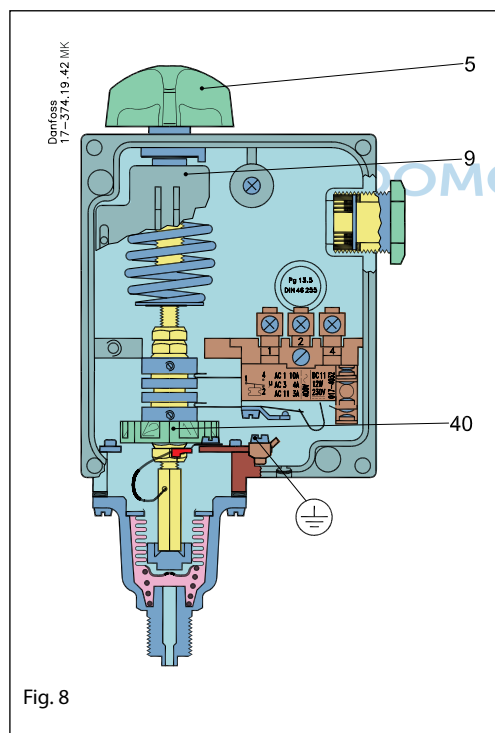

Fig. 8
Der Bereich wird mit dem Einstellknopf (5) Abb. 8 unter gleichzeitigem Ablesen der Hauptskala (9) eingestellt. Der eingestellte Druck ist der Ausschalt-Druck für den Kontakt 1-4 (siehe Abb. 13).
RT 200L wird mittels des Einstellknopfes (5) Abb. 8, Seite 9 auf 3,5 bar (35 m WS) minus der festen Differenz von 0,2 bar eingestellt.
Die Neutralzone $35 - 32 = 3$ m WS entsprechend 0,3 bar wird mittels der Neutralzonenrolle (40) Abb. 8 Seite 9 eingestellt. Dem Diagramm in Abb. 12 entsprechend wird die Rolle auf die Ziffer 1 eingestellt. Eine genaue Einstellung lässt sich durch die Verwendung des Prüfstandes in Abb. 14 erreichen.